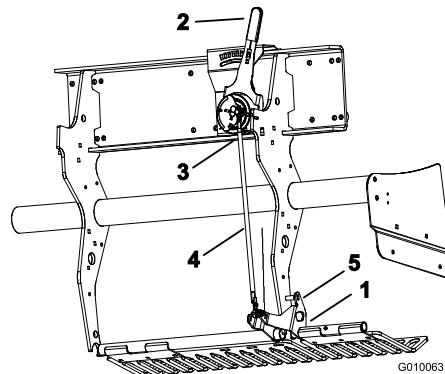

図 58
1. 左ターフ・ガード取り付けブラケット（図 58）を上に回転させて、固定ピン（5/16" のドリルビットかボルトを使う）を、ブラケットと深さ設定チューブの間に挿入する。
2. タイン深さレバー（図 58）を H に設定（一番深い設定に）する。
3. アウトボード・ボール・スイッチ（図 58）をワイヤ・ハーネス（ヘッド降下スイッチ）から外す。
4. 深さ調整タイロッドのジャムナット（左右）をゆるめる（図 58）。